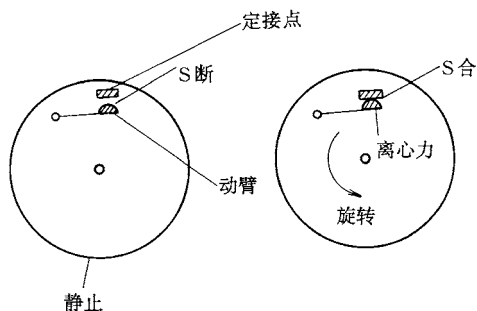

图 2-5
(5) 电源开关 S 是一个离心开关,固定在印制电路板的一侧边缘(见图 2-5)。在静止状态时,离心开关 S 处于断开状态(见图 2-5 之左图),整个电路不工作。当陀螺旋转起来以后,里面的电路板也随之绕中心点快速旋转,位于电路板边缘的离心开关 S 的动臂在离心力的作用下向外弯曲,与定接点接触,使 S 闭合(见图 2-5 之右图),接通电源,电路起振。
(6) 闪光陀螺的外壳可以自制,或者用其他陀螺形状的物品改制。例如可选购一只陀